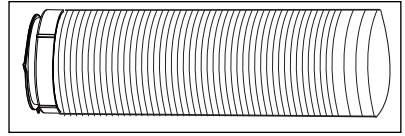

Fig. 7
4. Extienda el otro lado del tubo y enrósquelo al adaptador B (Fig. 7).